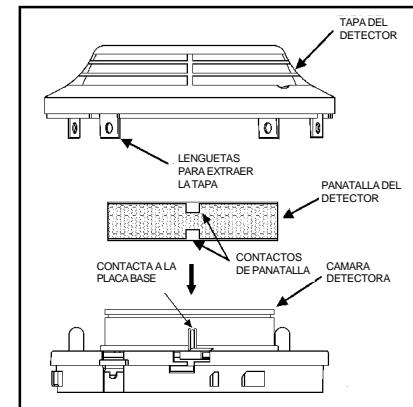

Figura 2. Sensor con Tapa Retirada
- Retire la tapa del detector. (Nota: Puede que algunas normativas locales prohíban retirar la tapa en los detectores iónicos). Utilice un pequeño destornillador de hoja plana para soltar con suavidad cada una de las cuatro lengüetas de sujeción de la tapa (véase Figura 2).